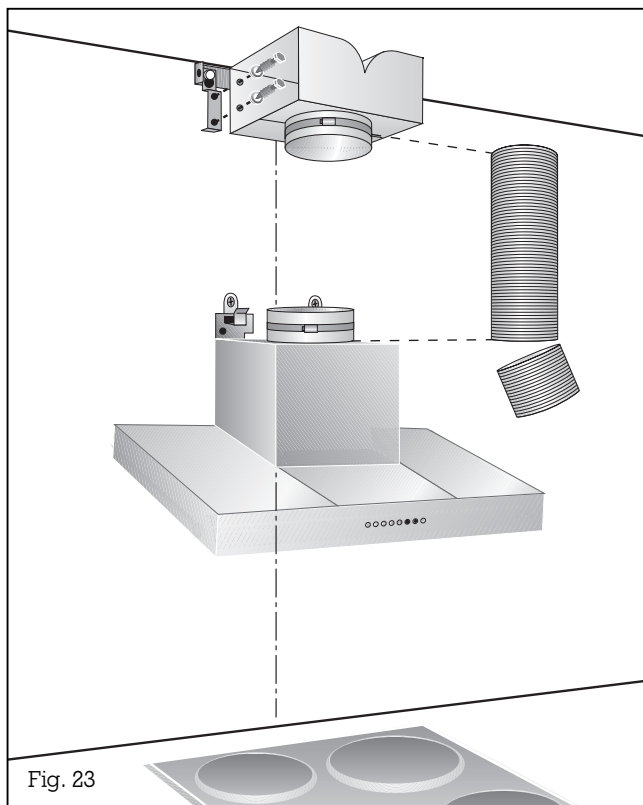

Fig. 23
- Coupez le tuyau souple à la bonne longueur, puis fixez-le avec des colliers (fig. 23).